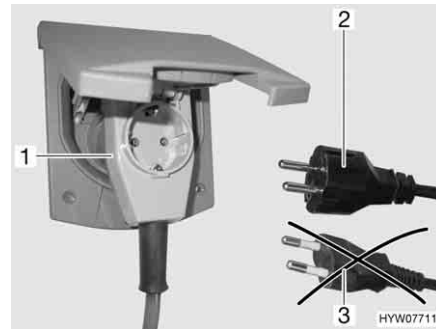

Bild 110 Anschluss an eine Winkel-
- ▶ Bei Verwendung einer CEE 17 Winkelkupplung mit rückseitig eingebauter Steckdose (Bild 110,1) nur einen gummierten und versiegelten IP 44 Stecker mit Schutzkontakt (Bild 110,2) verwenden. Keine Stecker ohne Schutzkontakt (Bild 110,3) verwenden. Gefahr eines Stromschlages!